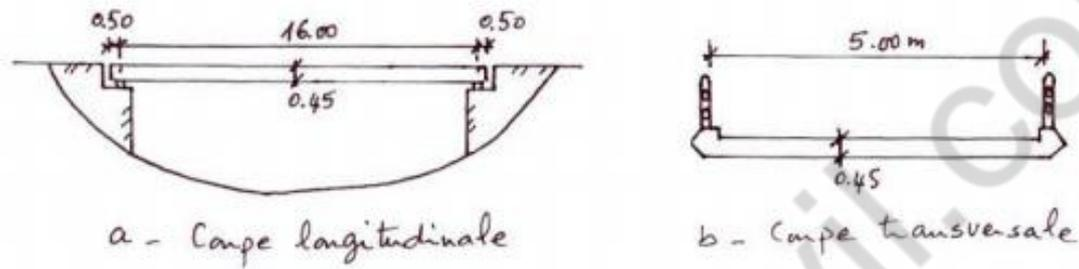

Fig. 10 Schéma d'une passerelle en B.P
Calculer le moment fléchissant maximal à mi travée dû aux charges a(1) d'une passerelle en béton précontraint représentée dans la figure 10.